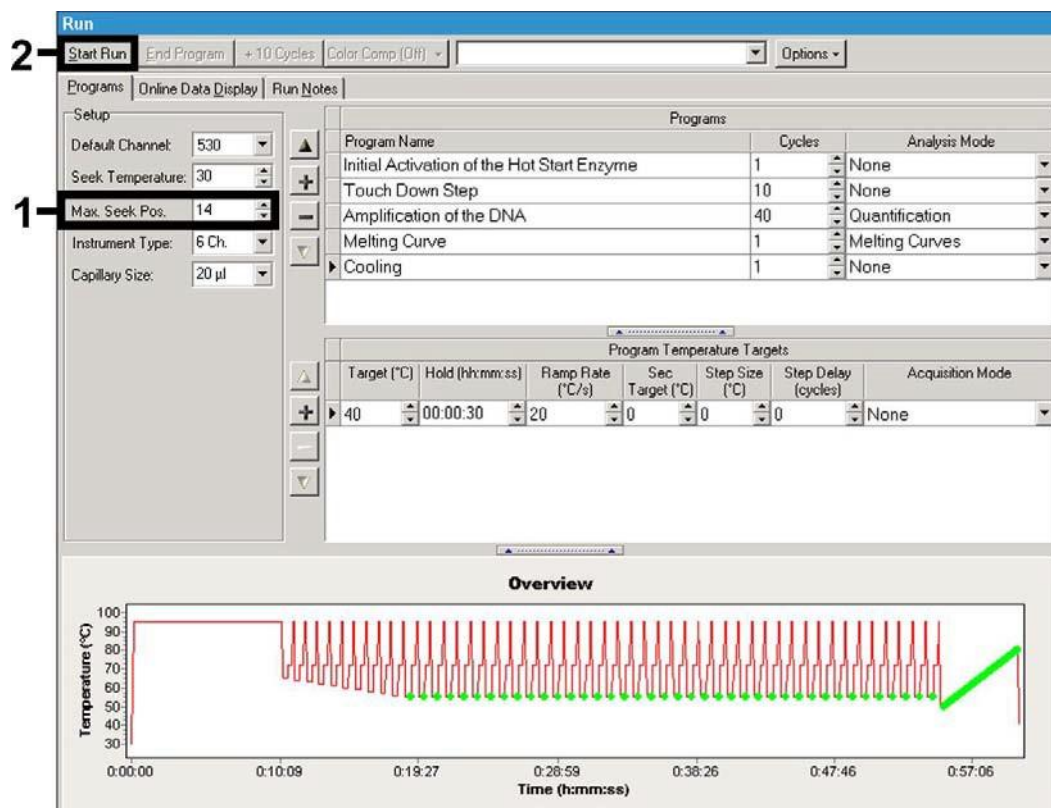

Fig. 8: Início do ensaio da PCR.
Certifique-se que antes seja introduzido o número de capilares preparados para este ensaio de PCR (Max. Seek Pos., ver Fig. 8).
- Para iniciar o ensaio de PCR, mude para o ítem *Run* e active a função *Start Run* (ver Fig. 8). O programa da PCR é iniciado após a introdução do local destinado para salvar os dados.